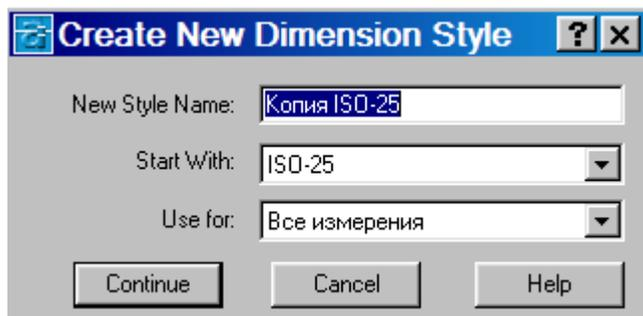

Рис. 2
- **New...** (Новый...) - нажатие на эту кнопку открывает диалоговое окно **Create New Dimension Style** (Создание нового размерного стиля)(рис. 2);
На рис.2 в поле **New Style Name:** (Имя нового стиля:) нужно ввести имя нового стиля. Если текущим стилем был стиль ISO-25, то в качестве имени по умолчанию предлагается **Копия ISO-25**.